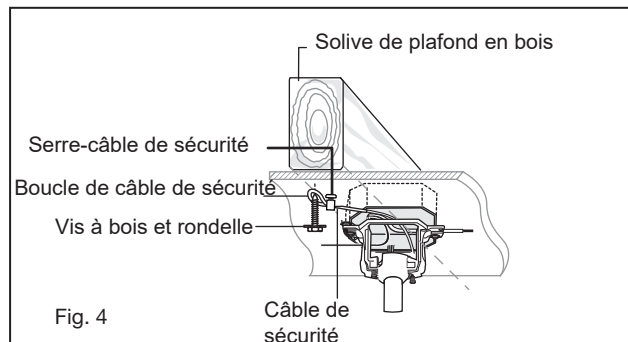

Fig. 4
NOTE : La languette opposée à l'ouverture du support de suspension doit s'insérer dans la fente de la boule. (Fig. 4)
- 2 Connectez les fils noirs du commutateur dans le berceau A aux fils noirs dans le boîtier de commutation. Fil d'entrée chaud à l'un des fils du commutateur du socle. Le fil d'alimentation du ventilateur est connecté au fil de l'interrupteur restant. (Fig. 4)